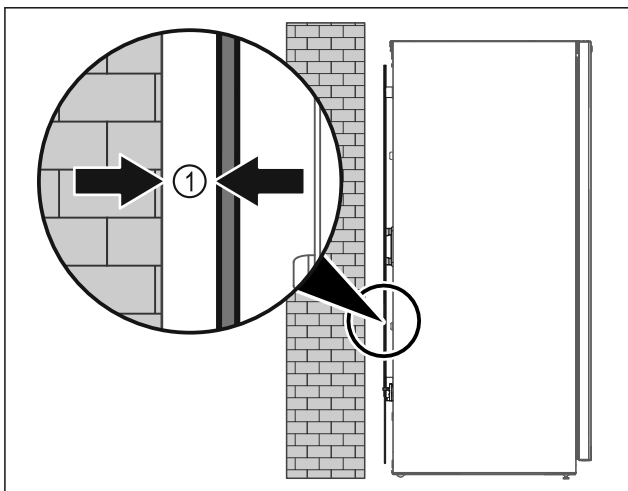

Fig. 8
► Instalați aparatul fie liber în încăperea sau direct la un perete cu o distanță minimă de 5 mm Fig. 8 (1).